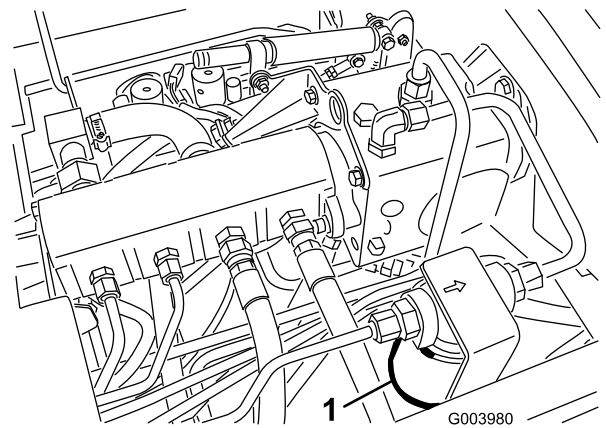
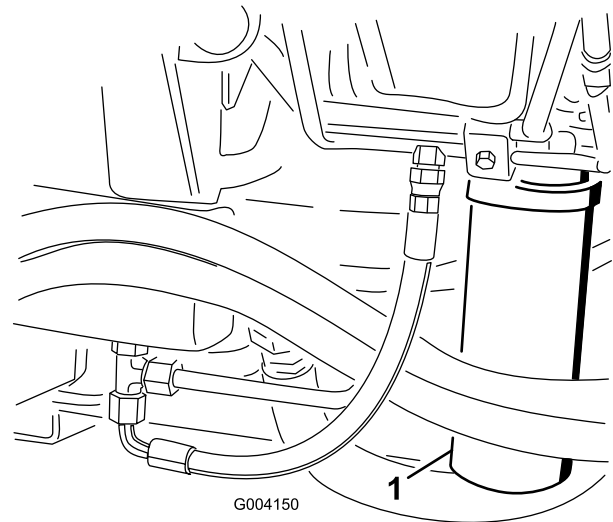

Bild 78
Bild 79
2. Reinigen Sie den Bereich um den Filterbefestigungsbereich und stellen Sie eine Ablaufwanne unter den Filter (Bild 78) und (Bild 79).